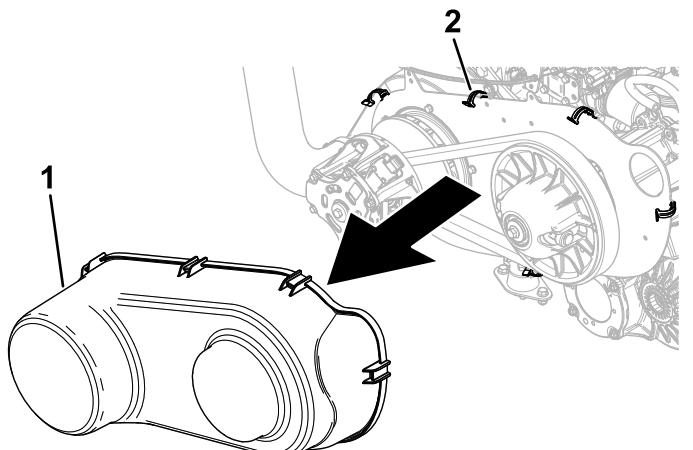

Figure 86
5. Débloquez les 6 clips élastiques qui fixent le protège courroie et déposez celui-ci (Figure 86).
8. Reposez le protège-courroie (Figure 86).
10. Reposez le protège-courroie (Figure 86).